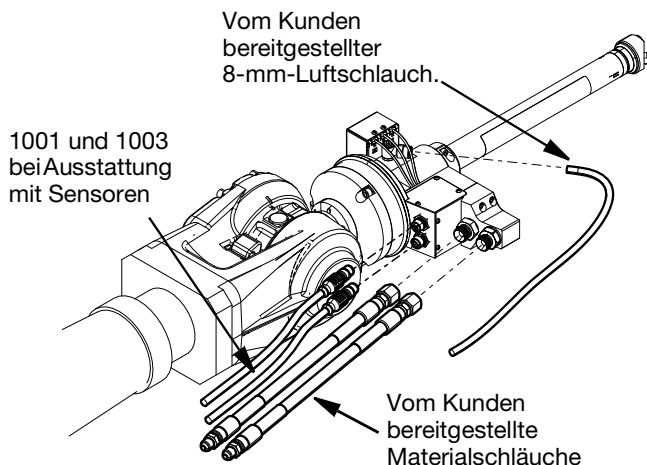

FIG. 7
2. Nehmen Sie den Materialzuführschlauch und den Materialrücklaufschlauch ab. Zum Lösen der Hochdruckschlauchverbindung immer zwei Schraubenschlüssel verwenden. Siehe FIG. 7.
3. Nehmen Sie den 8-mm-Luftschlauch ab. Siehe FIG. 7.
4. Ziehen Sie die Kabelstecker ab, indem Sie das Fitting am 5-poligen Kabelstecker (1001) und 8-poligen Kabelstecker (1003) abschrauben, falls vorhanden. Siehe FIG. 7